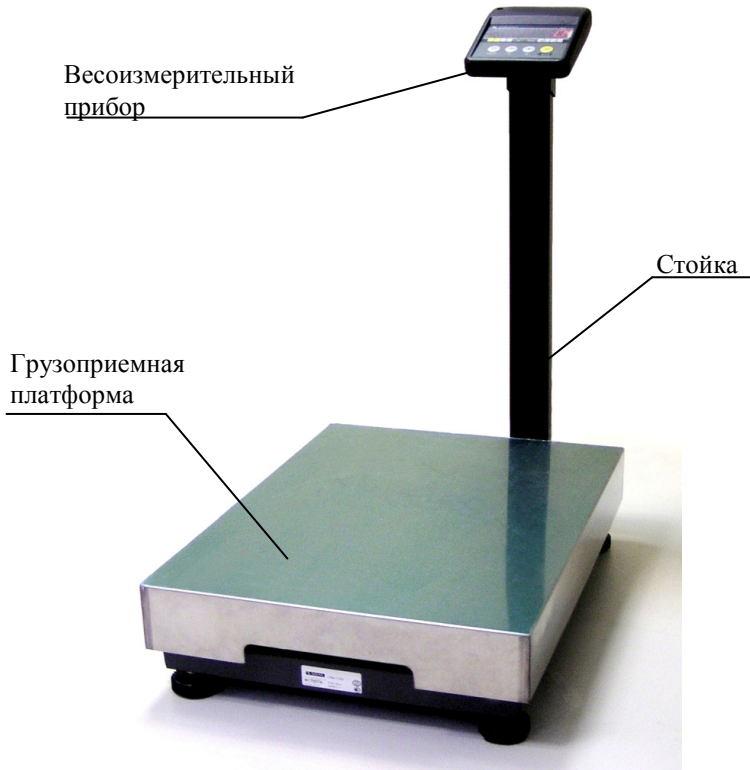

Рисунок 1 – Весы ПВМ-1/300. Состав весов
3.1 Весы состоят из грузоприемного устройства с весоизмерительным датчиком, грузоприемной платформы и весоизмерительного прибора, размещенного на отдельной стойке, крепящейся к корпусу весов (рисунок 1) или любой горизонтальной поверхности.